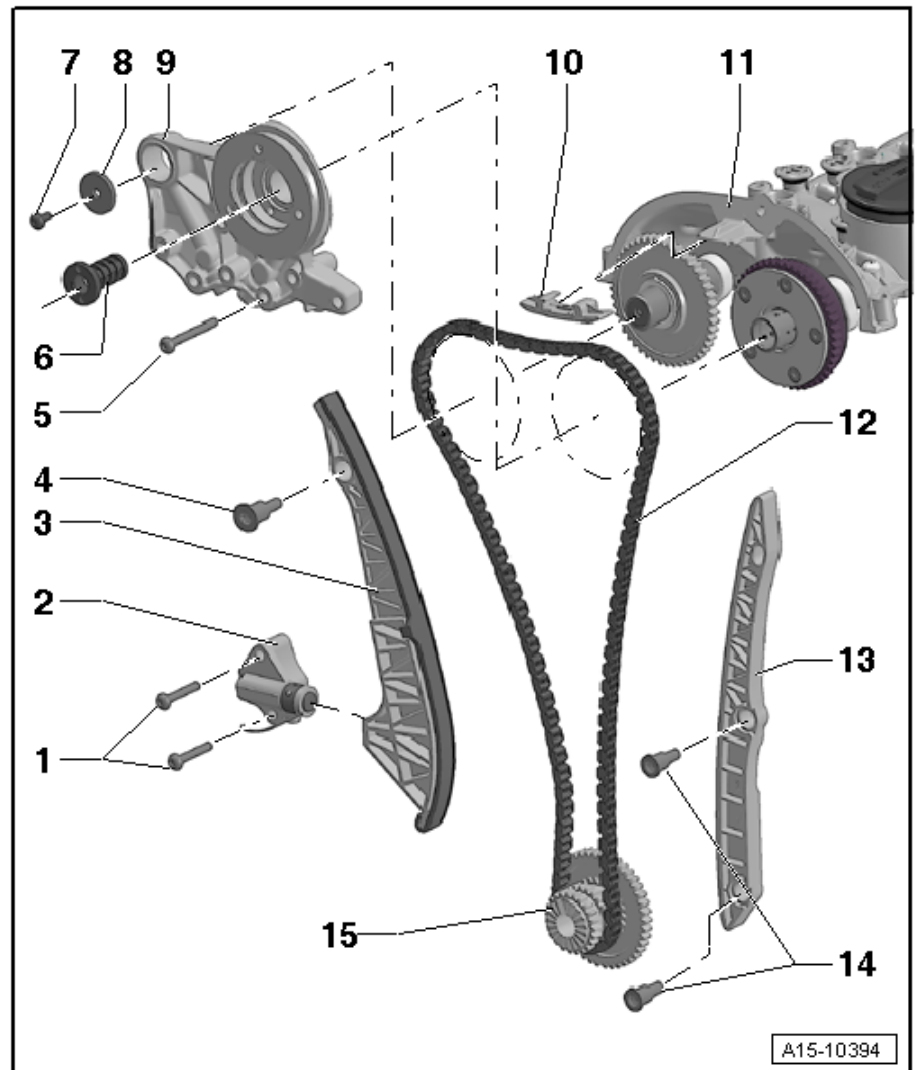

Abb. 1: Kettenrad an Kurbelwelle - Einbaulage ►
- ☐ Einbaulage ⇒ Abb. 1 in **15-2** Seite 1